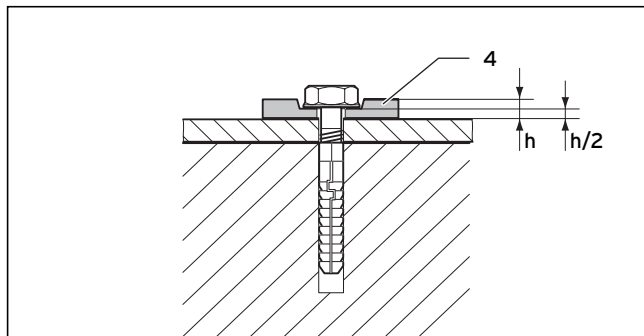

Рис. 5.33 Крепление гибкими подкладными шайбами
- Закрепите основание шахтной насадки (2) четырьмя болтами на краю устья.
Обязательно используйте 4 гибких подкладных шайбы (4), чтобы можно было сбалансировать растяжение материала. Спрессуйте подкладные шайбы на 50 %, см. рис. 5.33.